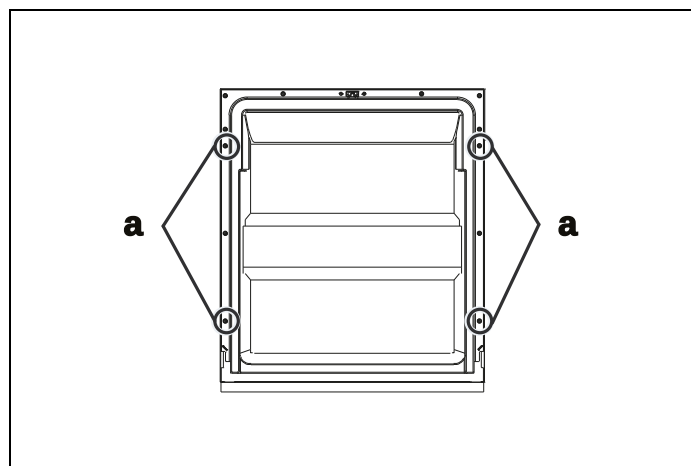

Fig. 17
- 3) Dopo aver posizionato il pannello, fissare lo sportello personalizzato allo sportello esterno della lavastoviglie con le viti e i bulloni in dotazione (Fig. 17).